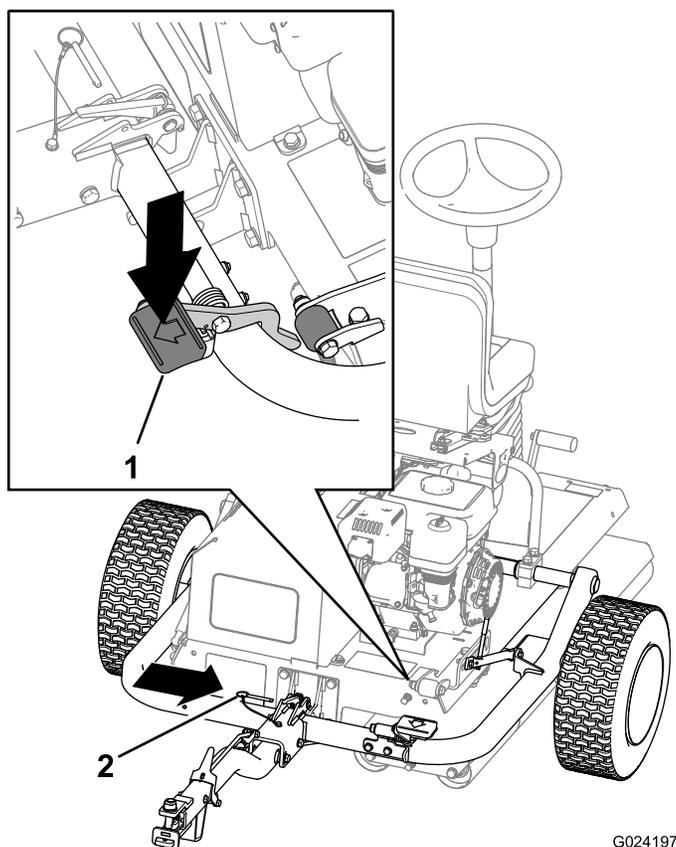

Figura 7
- Premete il pedale dell'attacco in modo che l'attacco si blocchi in posizione (Figura 7).
- Inserite il perno di bloccaggio (Figura 7).